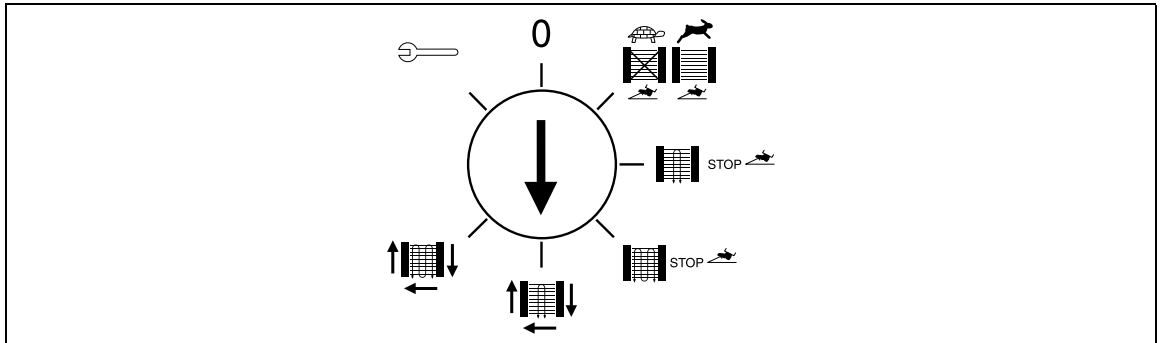

Abb. 7-18 Stellung Programmwahlschalter
- Der Programmwahlschalter befindet sich in Stellung „Arbeitsmodus“ (Abb. 7-18).